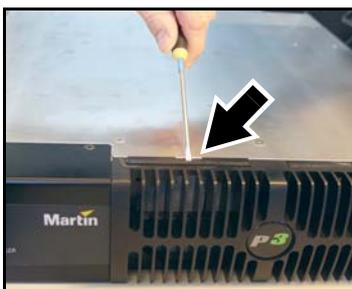

Figure 13: Remplacement d'un filtre à air
2. Voir Figure 13. Avec un tournevis plat inséré dans l'encoche prévue à cet effet (voir ci-contre), soulevez le filtre légèrement puis dégagez-le entièrement en le glissant verticalement hors de l'appareil.